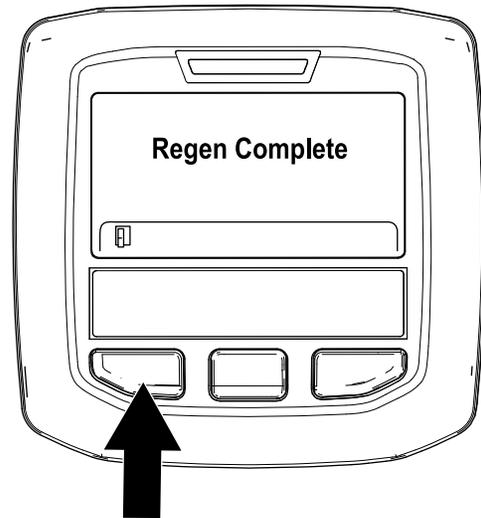

Figura 42
- A regeneração em estacionamento está concluída quando a mensagem “Regen Complete” (Regen. completa) surge no InfoCenter. Prima o botão esquerdo para sair para o ecrã inicial (Figura 42).